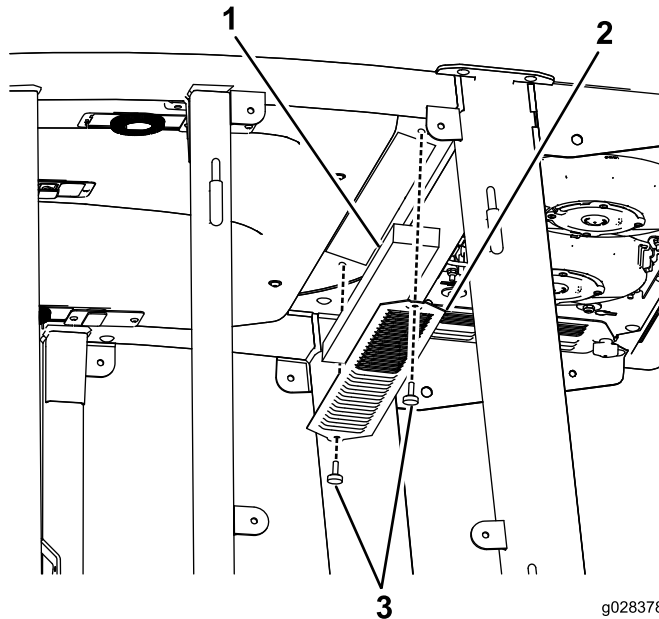
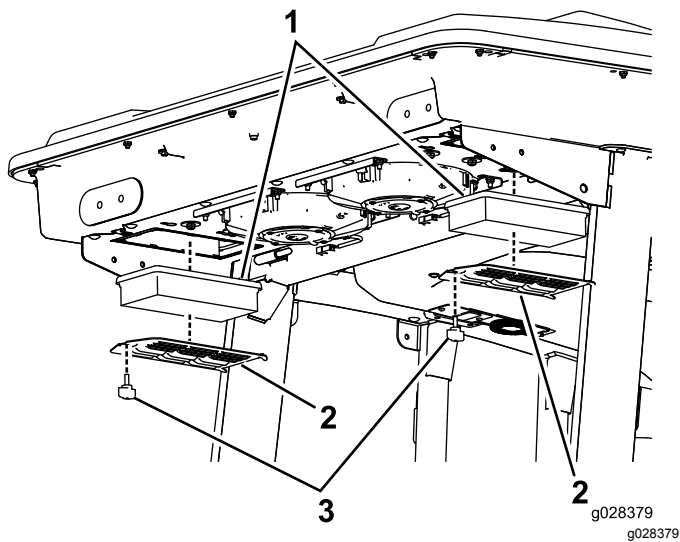
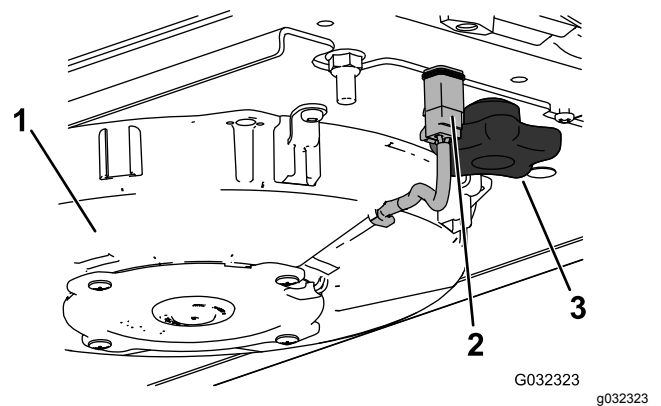
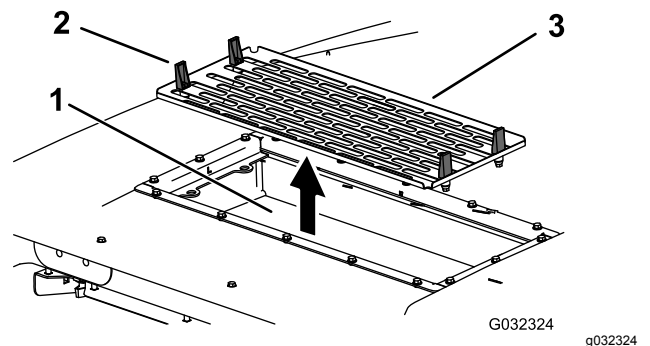

Рисунок 115
Рисунок 116
Рисунок 117
Рисунок 118
1. Выверните винты и снимите решетки у салонного и заднего воздушных фильтров кабины (Рисунок 115 и Рисунок 116).
- Снимите воздушные фильтры (см. Рисунок 116).
- Установите воздушные фильтры, сетку и вентилятор в сборе (Рисунок 116, Рисунок 117 и Рисунок 118).
- Подсоедините провод к каждому вентилятору (Рисунок 117).